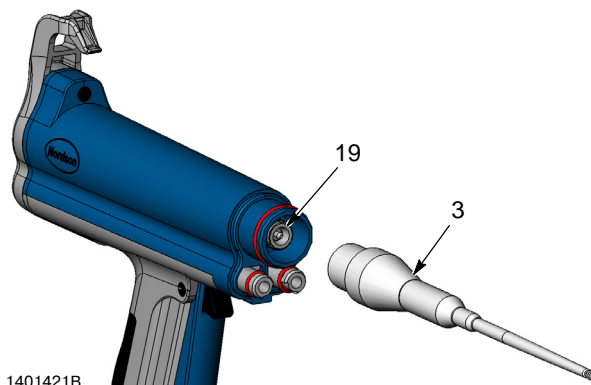

Рис. 4 Снятие держателя резистора
4. См. рис. 4. Вывернуть держатель резистора (3) из умножителя (19).
4. См. рис. 4. Навернуть держатель резистора на умножитель.